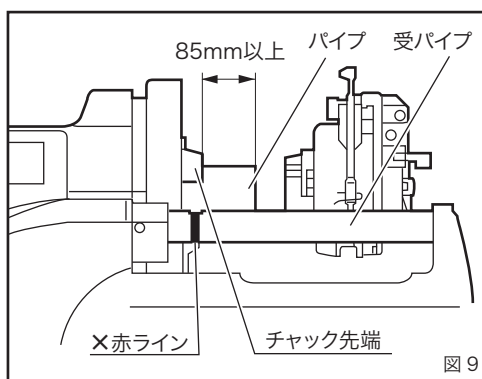

図 9
- ① 後部スクロールおよびチャックをパイプ径より大きく開き、パイプを後部スクロール側から差し込んでください。(短管の場合はチャック側から差し込みます。)
- ② 後部スクロールを締めてから、右手でパイプを支え左手で締付ホイールを回してチャックを軽く締め、パイプにチップをよく合わせてから強くパイプを締め付けます。(反動をつけて締付ホイールを回す)
- ③ パイプの取外しは、反動をつけて締付ホイールを逆方向に回せばチャックが緩みます。次にスクロールを緩めてパイプを取り外してください。
- ※パイプは必ずチャック先端から 85mm 以上出してください。(図 9)